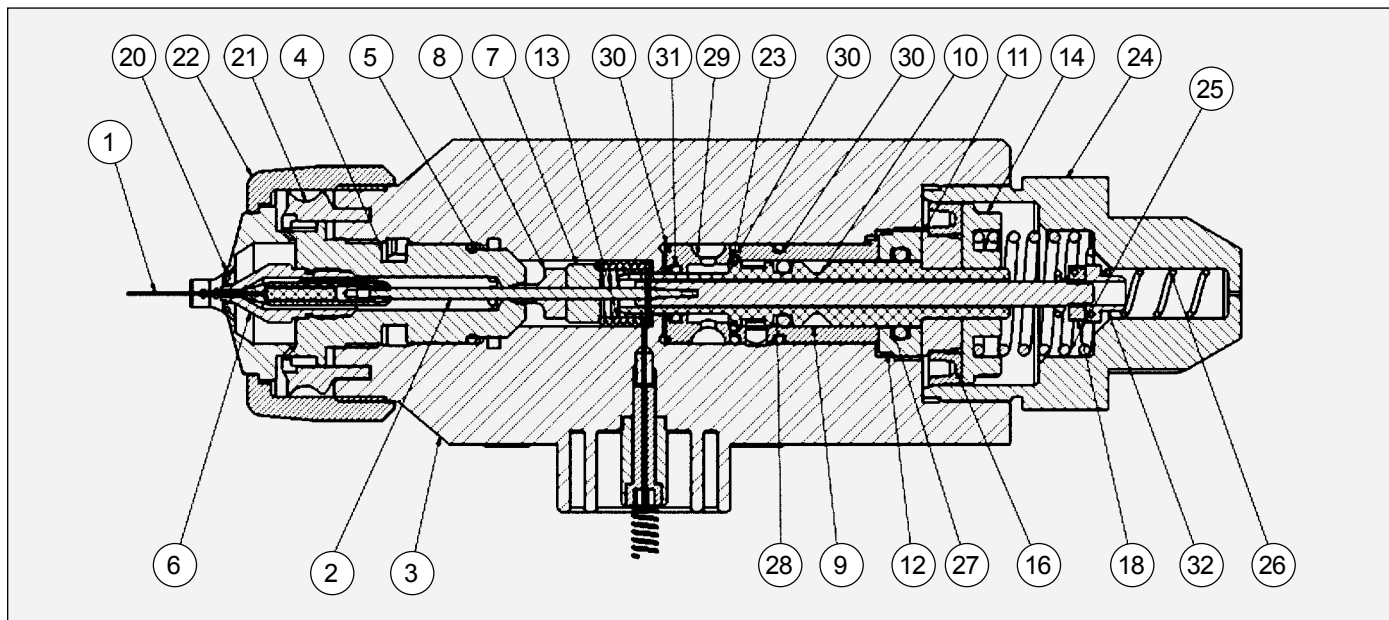

Figura 14: Subconjunto del cabezal
8. Vuelva a montar las piezas restantes tal y como se muestra en la Figura 14, asegurándose de que la pestaña de alienación del buje [9] se alinee con la ranura de alineación del cuerpo [3].